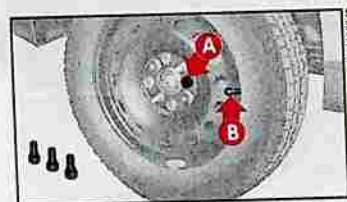

fig. 6
3) Monter la roue normale en introduisant le premier boulon **A**-fig. 6 dans le trou se trouvant le plus près de la valve de gonflage **B**.